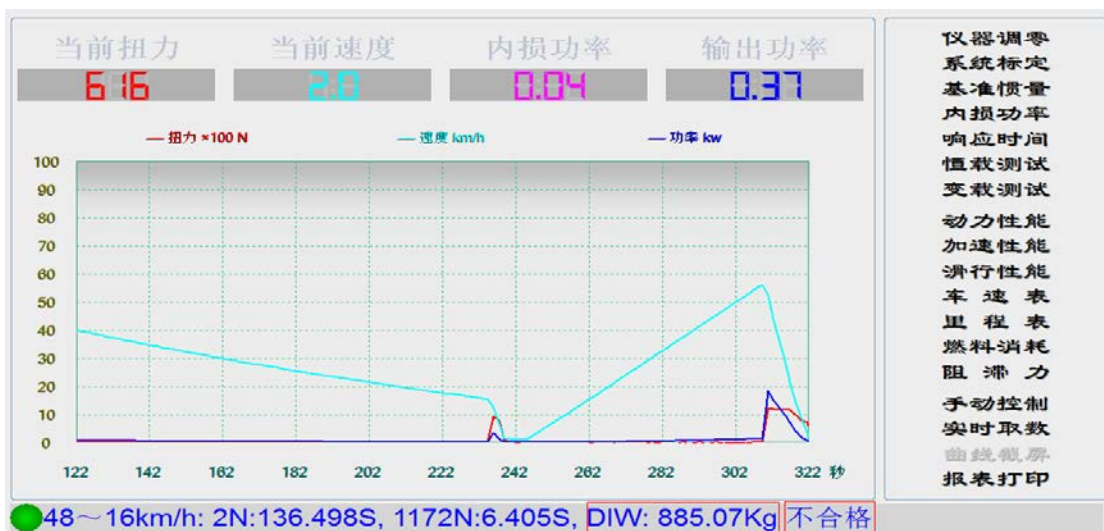

图 4.21
(3)、如图 4.21 所示：基准惯量测试结果为“885.07”，“不合格”，需要重新标定扭力和速度再进行基准惯量测试。如重新标定完扭力和速度后，基准惯量测试结果还是不合格，则需要更换尺寸较大的飞轮。